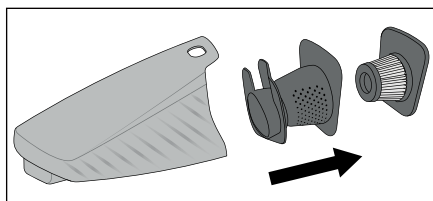

Fig. 4
- Per ottenere i risultati migliori, svuotare periodicamente il contenitore di raccolta dello sporco ⑦ e pulire il filtro EPA ⑤.
- Per ordinare un altro filtro EPA ⑤, rivolgersi al nostro servizio di assistenza clienti (vedere capitolo **Ordinazione dei pezzi di ricambio**).
- 1) Per aprire il contenitore di raccolta dello sporco ⑦ rimuovere l'aspiratore portatile ③ dal suo incavo ⑬.
- 2) Premere il tasto di sblocco ▲ ④ e tirare contemporaneamente il contenitore di raccolta dello sporco ⑦ in avanti.
- 3) Sfilare innanzitutto il filtro EPA ⑤ e poi il filtro a maglia grossa ⑥ dal contenitore di raccolta dello sporco ⑦ (fig. 4). Battere i due componenti sopra un bidone dell'immondizia o altro recipiente. In caso di necessità si può sciacquare il filtro EPA ⑤ con acqua pulita. Farlo poi asciugare completamente all'aria.